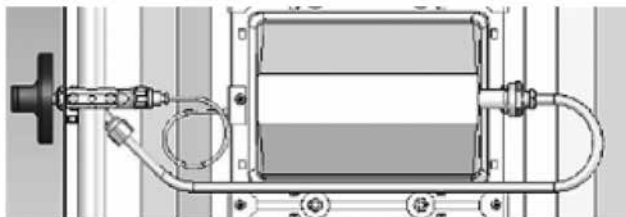

Fig. 6
- Allo stesso modo, installare il tubo di alimentazione del gas in sua posizione (fig. 6).
- Montare di nuovo la manopola (fig. 6).